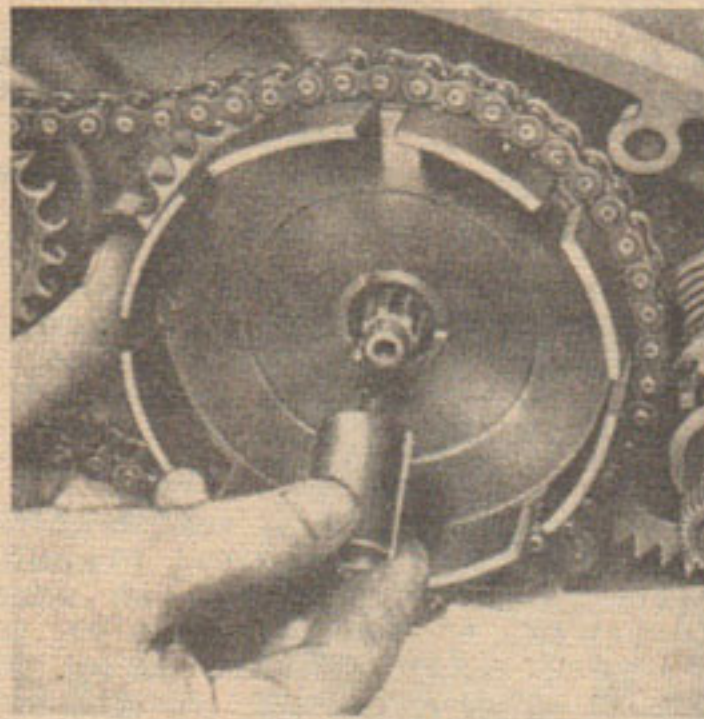

Fig. 5
10. Retirer l'entretoise entre l'arbre principal et la roue à chaîne de l'embrayage et retirer la roue à chaîne, en même temps que la chaîne primaire (fig. 5).